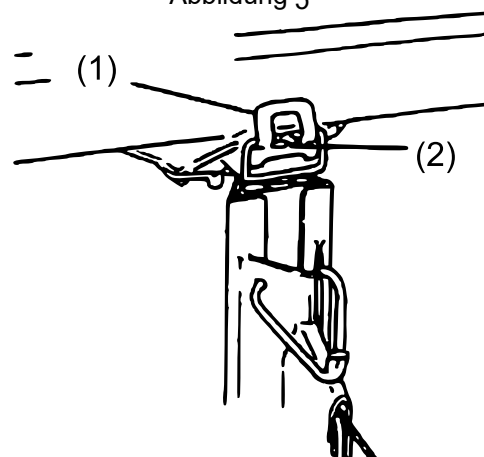

Abbildung 6
6. Den Plattenträger am Stativ befestigen (Abb. 6):